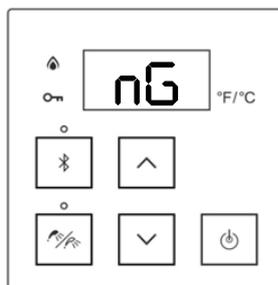

Figura 54:
2. Presione el botón de "Prioridad". El controlador muestra "nG" (gas natural) (Figura 54).